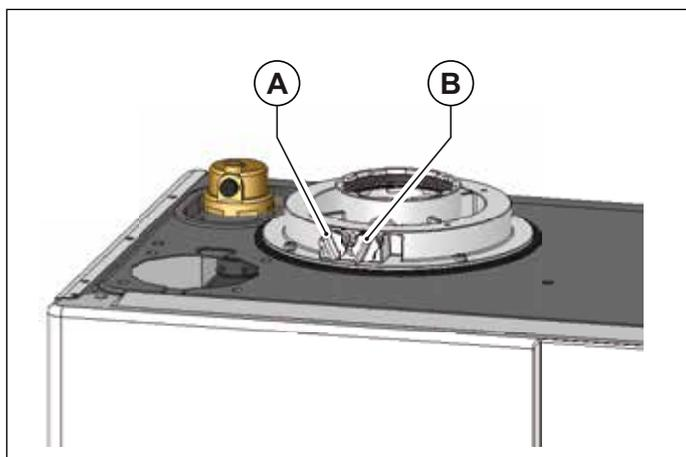
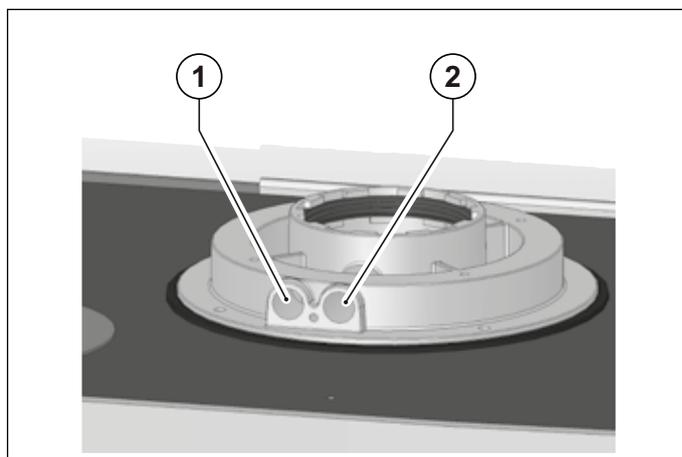

Fig. 15 Position bouchons
Fig. 16 Position trous
La chaudière est munie d'une tourelle pour le raccordement des conduits d'aspiration air/évacuation des fumées (voir Fig. 15 Position bouchons et Fig. 16 Position trous).
Dans la tourelle ont été réalisés des trous pour l'accès direct de l'air comburant et pour l'évacuation des fumées (voir Fig. 15 Position bouchons). Avant d'effectuer les mesures enlever les bouchons **A** et **B** des trous qui se trouvent sur la tourelle (voir Fig. 15 Position bouchons).
- mesure de l'air comburant prélevé dans le trou relatif **1** (voir Fig. 16 Position trous).
- mesure de la températures des fumées et du CO₂ prélevé dans le trou relatif **2** (voir Fig. 16 Position trous).